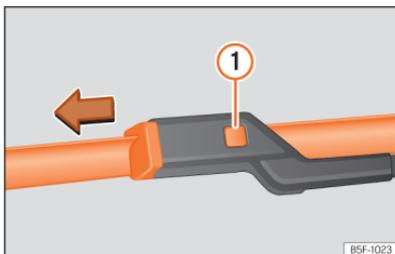

Fig. 211 Substituição das escovas do limpa-vidros.
- Mantenha pressionado o botão de desbloqueio »» » Fig. 211 ⓘ puxando ligeiramente pela escova no sentido da seta.